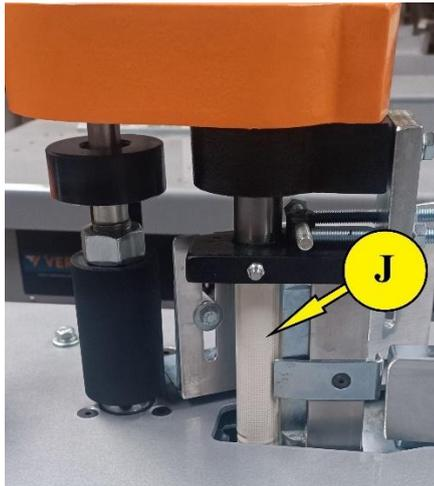

Figura 11 - Eixo recartilhado
- **Figura 11**, recomendamos passar um MDF para avaliar a espessura do fio de cola;